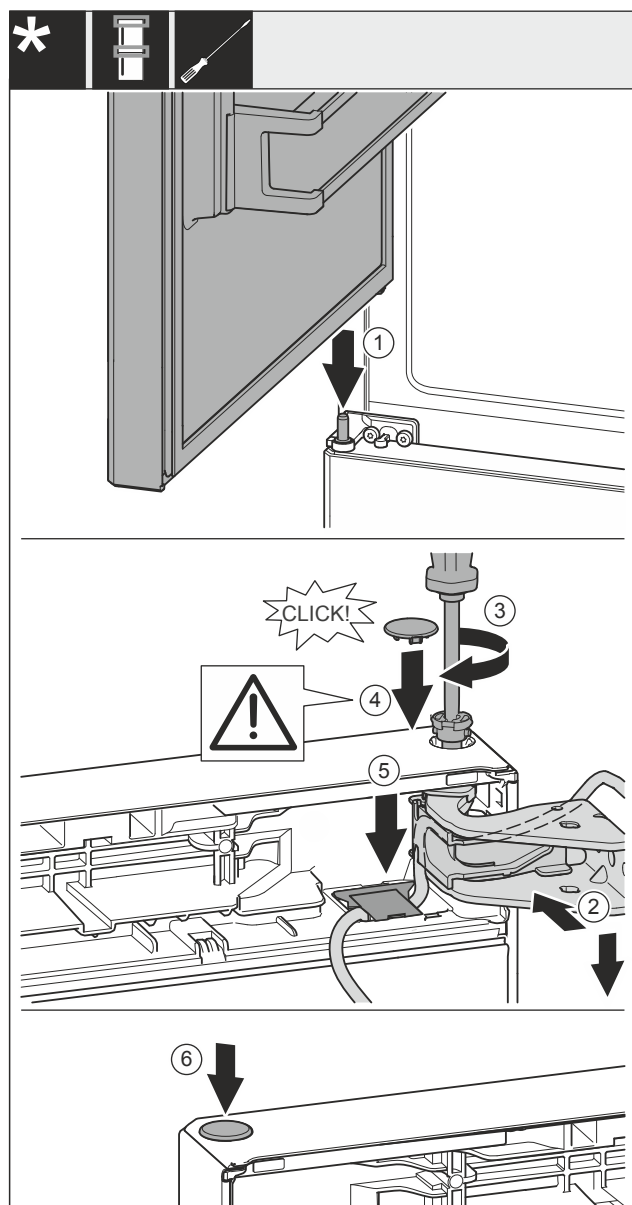

Fig. 60
- 冰箱上方门放置在中间轴承螺栓 Fig. 60 (1)上。
- 将冰箱门的上方对准托架 Fig. 60 (2)中的开口。
- 放入螺栓 Fig. 60 (3)并用螺丝刀拧紧。
- 装入盖板 Fig. 60 (4)。
- 检查盖板 Fig. 60 (4)是否紧贴在冰箱门上。
- 将盖板 Fig. 60 (5)安装并朝下按压，直到其卡入到位。
- 装入盖板 Fig. 60 (6)。